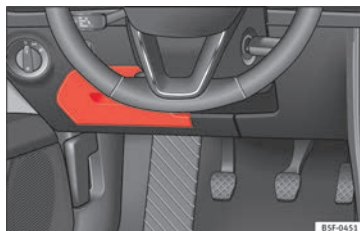

Fig. 100 No painel de instrumentos do lado do condutor: tampa da caixa de fusíveis.
- **Abrir:** recline a cobertura para baixo »» **Fig. 100.**